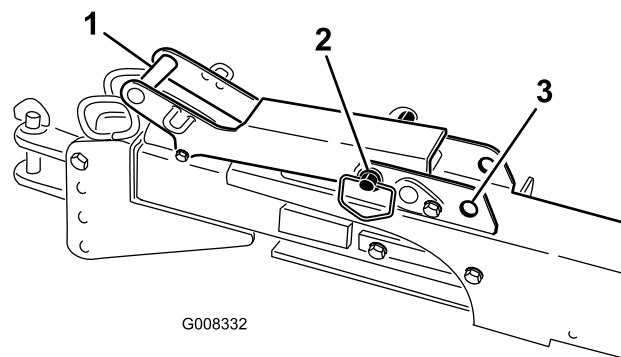

Figura 35
4. Se usate l'attacco di traino, riposizionare il processore core dietro il veicolo, ritraete l'attacco di traino e spostate il perno della maniglia di chiusura in posizione bloccata (Figura 35).